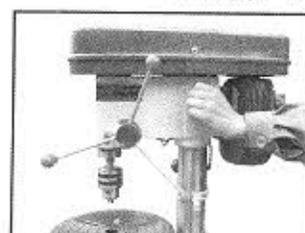

Ilustración 12
4. Afloje el perno de la guía de deslizamiento y deslice el motor hacia el fondo del taladro de banco y apriete el perno de la guía de deslizamiento (ilustración 12).